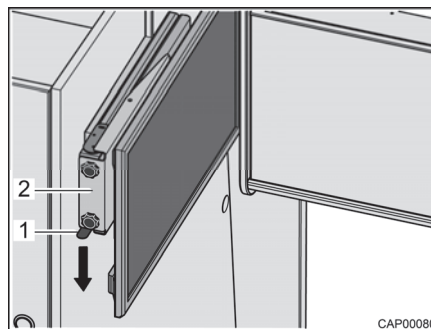

Bild 67 Utdrag med platt bildskärm
- Tryck låsfjädern (Bild 67,1) nedåt och dra ut utdraget (Bild 67,2) med den platta bildskärmen vågrätt i riktning mot fordonets mitt.
- Skjut in utdraget (Bild 67,2) med den platta bildskärmen vågrätt fram till anslaget. Låsfjädern (Bild 67,1) hakar fast hörbart.